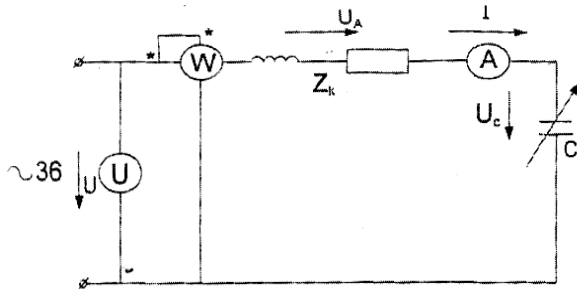

Рисунок 40
1. Собрать схему по рис.40 в программе NI Multisim